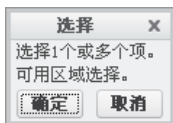

图 4.9.22 “选择”对话框
(1) 平移复制 1。
① 在功能选项卡区域的 **草绘** 选项卡中选择 **编辑** → **平移并复制** 命令。
② 选中图 4.9.21 所示的直线 1 为平移对象，单击图 4.9.22 所示的“选择”对话框中的 **确定** 按钮，系统弹出 **GET VECTOR (得到矢量)** 菜单。
③ 选择 **Horiz (水平)** 命令，系统显示 **输入值[退出]** 提示，在其后的文本框中输入平移值 10，单击 **✓** 按钮。
④ 在系统 **输入复制数[退出]** 的提示下，输入数量 1，单击 **✓** 按钮。
(2) 平移复制 2。
② 选中直线 1 为平移对象，单击中键，系统弹出 **GET VECTOR (得到矢量)** 菜单。